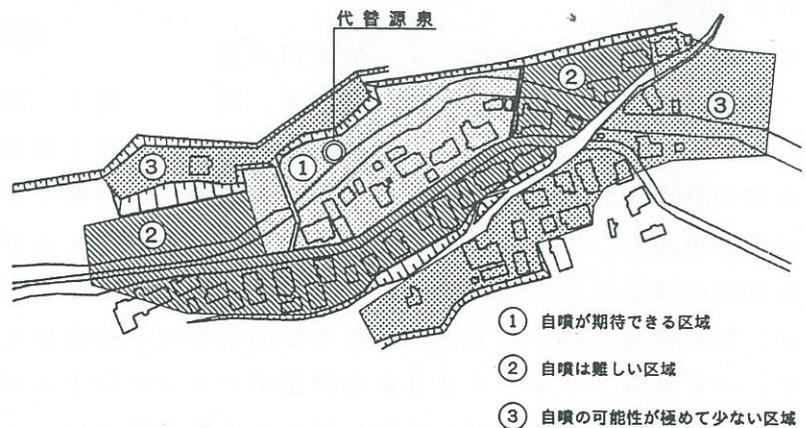

図3 温泉開発可能区域区分図
また、聞き取り調査や枯渇泉も含む源泉調査によると、A地区の温泉湧出地帯は図3に示すB川の流路沿い250m程度の範囲であり、これから外れると高温泉の湧出深度は深くなることも判明した。さらに、温泉湧出地帯におけるボーリング源泉のうち、深度50mよりも浅い20m程度の源泉で、高い泉温を得ている例などもあり、A地区の温泉湧出地帯については、地下深部の熱源帯から地表部まで及ぶ大きな亀裂群（或いは破碎帯）があって、これを通じて熱が地表近くまで伝播してくる地域であると判断された。
このようなことから、温泉の湧出状況に変動のない安定した温泉源を開発する必要が生じ、各源泉に対する揚湯試験や地形及び地層の状況を再検討したところ、温泉はB川の右岸（東側）で自然湧泉が多く認められたこともあいまって、温泉はA地区東側の山地からB川に向かって流動していると想定された。従って、温泉開発の候補地点としては、図3の「①自噴を期待できる区域」のうち、B川右岸の範囲内が挙げられた。
これらの検討結果を踏まえ、図3に示すB川の右岸（東側）に温泉をボーリングしたところ、自噴で52ℓ/分、ポンプ揚湯で228ℓ/分と、地区全体の温泉量84ℓ/分（＝補償量）を賄うことのできる源泉を開発することに成功した。